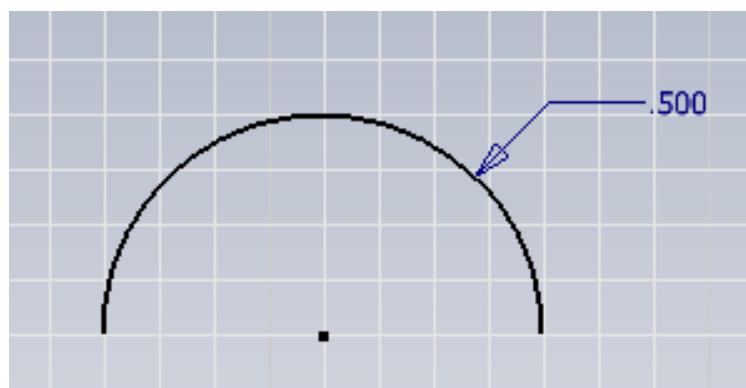

Figura 3.8 Generación de arco por centro y arco.
- Finalice con el botón izquierdo del ratón, figura 3.8